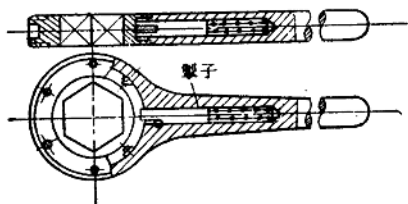

图2-11 棘轮扳手
(5) 棘轮扳手 棘轮扳手，其扳手带有一套棘轮机构，且为单向旋转，如图2-11所示。棘轮扳手适用于尺寸较大的螺栓、螺母或扳手工作位置很狭窄的情况使用。